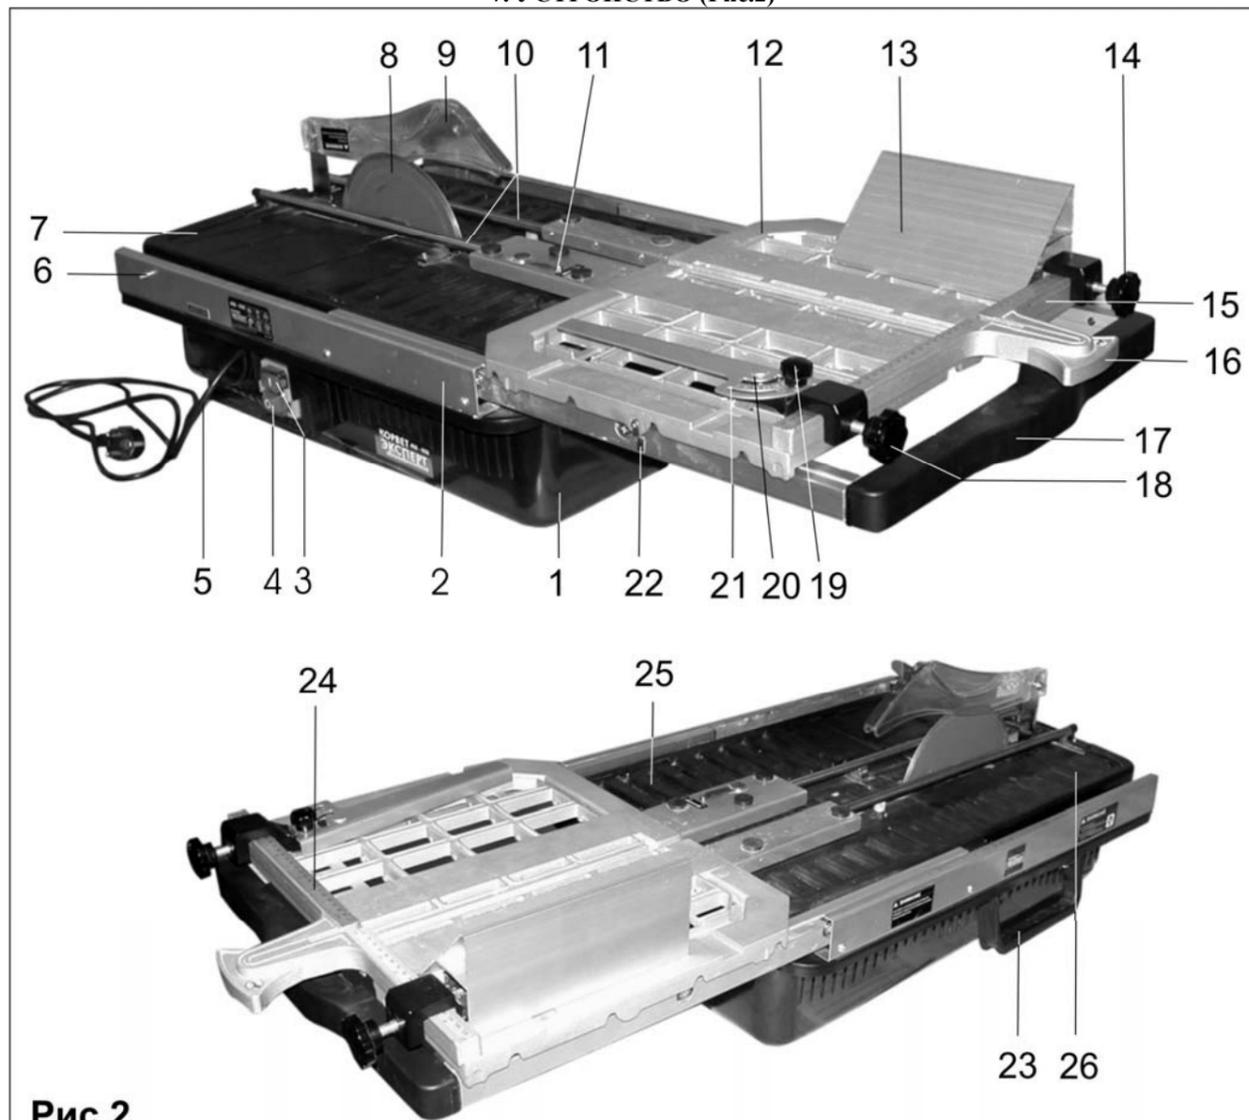

Рис.2
11.3.1. В зависимости от угла резания настройте рабочий стол (12) Рис.2
- Установите на рабочий стол (12) угловой упор (13) Рис.2, который обеспечивает наклон разрезаемой плитки под углом 45° .
- Переместите угловой упор по упору (15) в необходимое положение и зафиксируйте его винтом фиксации (14) Рис.2
11.3.2. Установить размеченную плитку (образец, шаблон) на рабочий стол (12), обеспечив ее надежное, устойчивое положение с помощью направляющих и упоров, в зависимости от угла резания (см.п.11.3.1.).
Совместить разметку на плитке (образце, шаблоне) с отрезным диском (8) Рис.2.
11.4. Выполнение работы (Рис.2)
11.4.2. Подключите вилку шнура питания (5) Рис.2 к источнику электрического тока (см.раздел 6).
11.1. Принцип работы (Рис.2)
11.2.1. Ваш плиткорез укомплектован отрезным диском (8) Рис.2. с алмазным напылением, который предназначен для резки с водяным охлаждением.
11.2.2. Переведите блокиратор (11) Рис.2 из положения «Закр.» в положение «Откр.». Это даст возможность свободного перемещения рабочего стола (12) по направляющим (10) и удлинителю (17) Рис.2.
11.2.3. Для того, чтобы наполнить поддон (1) Рис.2 водой необходимо:
- За рукоятку (16) перевести рабочий стол (12) на максимально удаленное расстояния от отрезного диска (8) Рис.2,
- Исключить попадание воды на шнур питания (5) Рис.2 и на другие электрические соединения и провода. При попадании воды немедленно удалить ее.
- Закрыть люк (25) и установить крышку (26) как показано на Рис.2
7. УСТРОЙСТВО (Рис.2)
Рис.2а
8.1. На ровную, горизонтальную, устойчивую поверхность установить плиткорез так, чтобы основание (1) Рис.2 надежно опиралось на поверхность и исключало возможности опрокидывания или падения плиткореза.
8.2. Поверхность, на которую устанавливается плиткорез, должна обеспечивать беспрепятственный сток жидкости (воды) в случае ее слива из поддона (1) Рис.2.
8.3. Переносить плиткорез следует за ручку (23), придерживая основание (1), Рис.2.
9. СБОРКА (Рис.2)
9.2. При необходимости установите на упор (15) рабочего стола (12) направляющую планку (20) и/или угловой упор (13), как показано на Рис. 2.
9.3. На основание (1) Рис.2, установите четыре опоры (F) Рис.1.
9.4. Снимите крышку (26) Рис.2 и установите защитный кожух (9), надежно закрепив его двумя винтами, в специально отведенном месте как показано на Рис.2а. Установите крышку (26) на место.